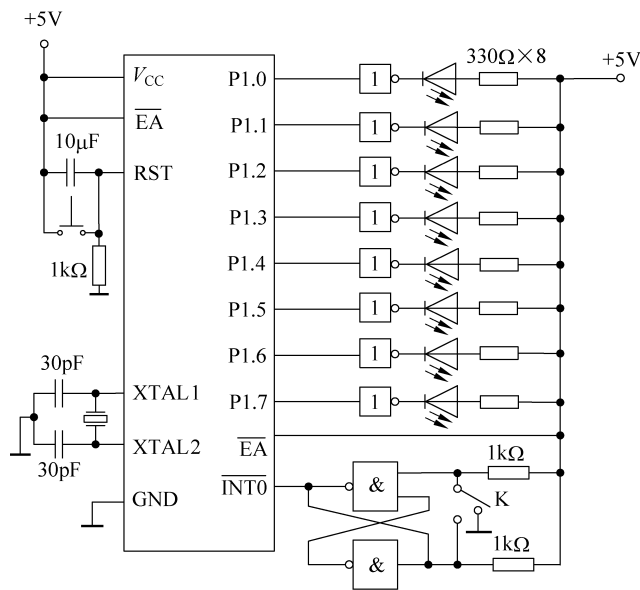

图 5.5 中断控制灯显示
**【例 5-1】** 如图 5.5 所示, P1 口接 8 个发光二极管, 利用消抖电路产生中断请求信号, 来回拨动一次开关 K, 产生一次中断申请, 实现下移一个灯亮。